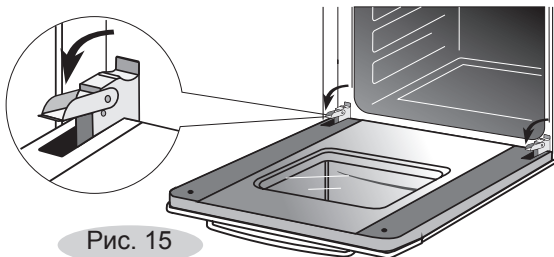
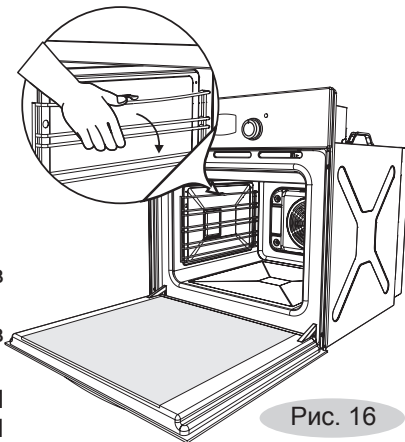

Рис. 15
Рис. 16
Для удобства уборки дверцу и проволочные направляющие можно снять (рис. 15 и рис. 16).
- Поднимите и поверните до упора рычаги, расположенные на двух шарнирах (рис. 15)